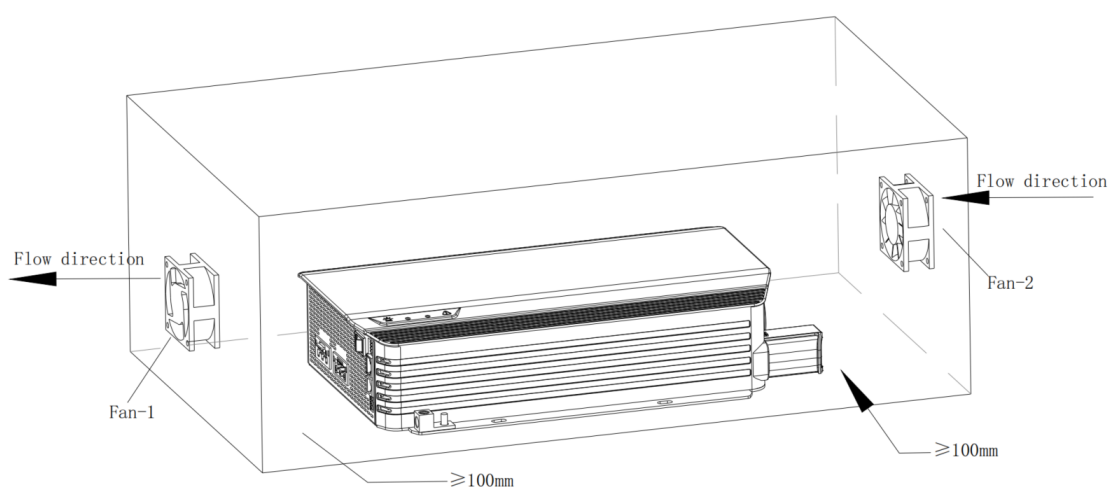

Figure 3-1 Schéma de l'espace nécessaire autour du convertisseur Série NH
- Le convertisseur Série NH comporte une **ventilation mécanique**. Afin de garantir la dissipation correcte de la chaleur, prévoyez un espace suffisant pour les câbles. Il est également recommandé de prévoir des orifices de ventilation dans la zone où est installé l'appareil, afin de garantir la circulation de l'air. Référez-vous à la **Figure 2-5** pour connaître l'espace nécessaire autour de l'appareil et l'emplacement des trous de fixation. Laissez un espace libre d'au moins **100 mm** devant et derrière l'appareil afin de garantir la ventilation (voir **Figure 3-1**).